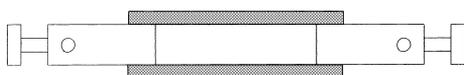

图 1.2 Branly 相干器
赫兹的去世引发了一篇纪念他的文章。这篇文章激发了一个叫做马可尼(Guglielmo Marconi)的年轻人去献身于无线技术的商业应用开发。马可尼是意大利博洛尼亚(Bologna)大学教授 Augusto Righi 的邻居与某个时期的学生。Righi 教授写了纪念赫兹的文章。马可尼出生在一个富裕的家庭,因此他有时间与财力来追求他的梦想^⑦。到了 1895 年初,他已经获取了足够多的仪器设备以开始在他们家的郊外住处里外的实验。他努力将通信距离增加。马可尼用了赫兹的发射器,但是不满意火花隙检测器本身的局限。最终他采用(并改造)了一个 Edouard Branly 在 1890 年开发的专门器件。如图 1.2 所示,这个器件,也被洛奇称为相干器(coherer),由一个充满了松散地填入的、可能也被轻微氧化了的金属末的玻璃容器。Branly 偶然发现当附近的电气装置工作时,这个结构的电阻值会发生剧烈的变化。必须强调,相干器工作所基于的详细原理依然不清楚,但是这个知识的缺乏并不妨碍我们来描述它们的电学行为^⑧。